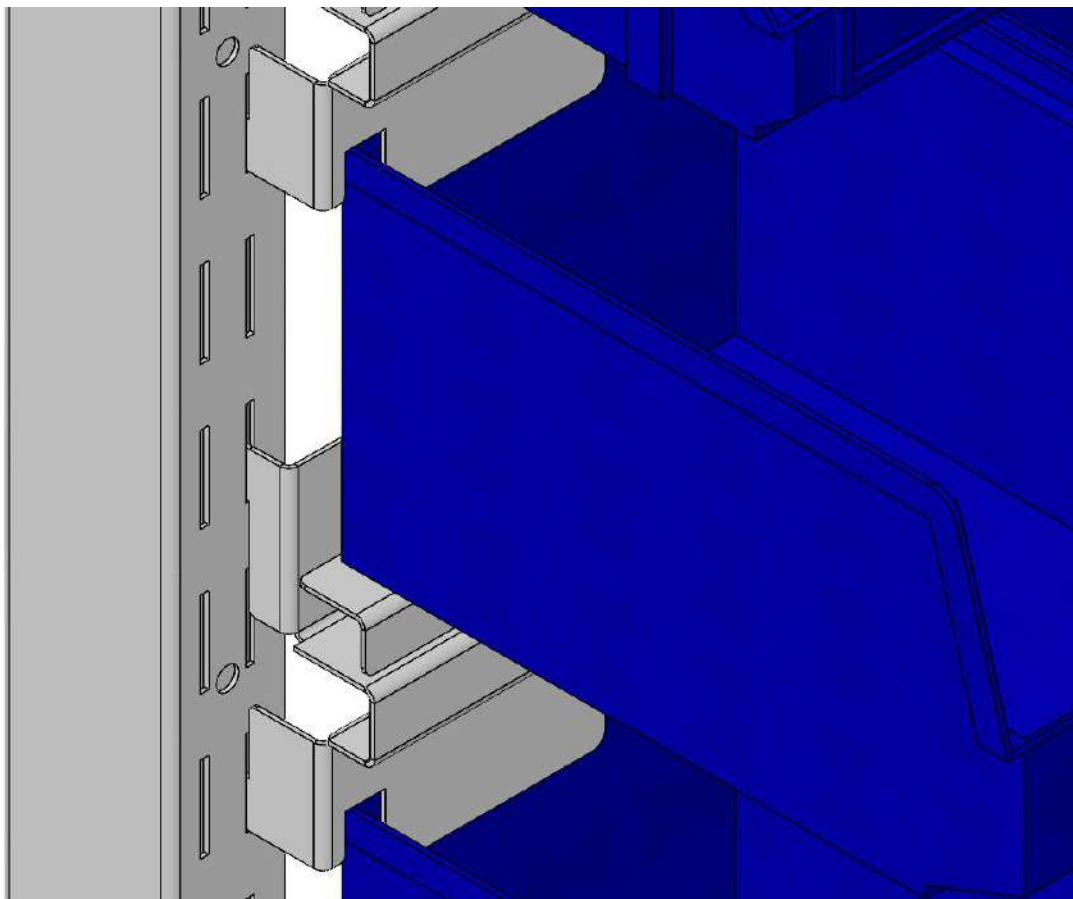

Рис. 1
5.2 Установить балки ящиков, шкаф и другие комплектующие изделия согласно рис.1 с помощью встроенных зацепов. Дополнительные планки используются для ящиков, высота которых не кратна 50мм.